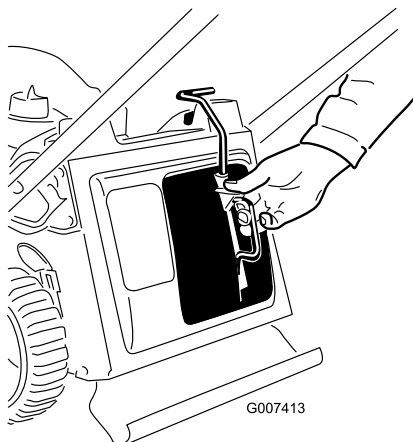

Figure 8
- Appuyez sur le bouton du levier avec le pouce et insérez complètement l'obturateur de mulching dans l'ouverture (Figure 8).